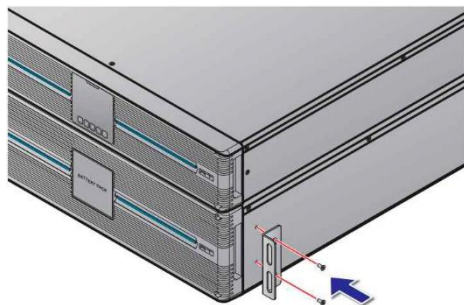

Рисунок 6-1. Крепление кронштейна к ИБП
- 1 Прикрепите входящие в комплект кронштейны к боковым монтажным отверстиям ИБП. См. *рис. 6-1*.